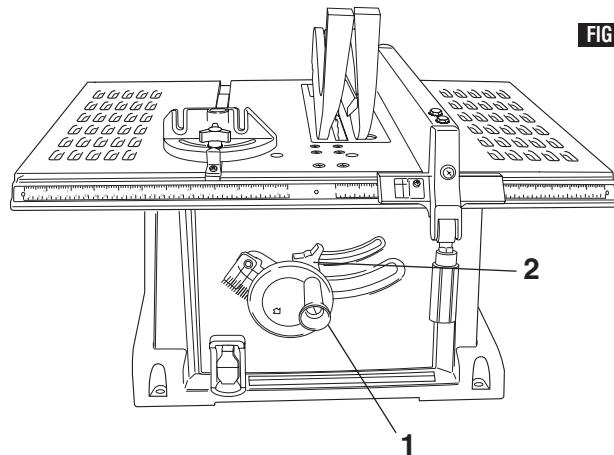

FIG. 7
1. Raise the blade to the maximum height by turning the control wheel **1** counterclockwise (Fig. 7).
2. Loosen the blade lock knob **2**. Push in the blade elevation/tilting control wheel **1** and rotate clockwise as far as possible (Fig. 7).
2. Loosen the blade lock knob **2**. Push in the blade elevation/tilting control wheel **1** and rotate counterclockwise as far as possible (Fig. 7).
- Élevez la lame jusqu'à la hauteur maximum en tournant la roue de commande **1** dans le sens contraire des aiguilles d'une montre (Fig. 7).
- Desserrez le bouton de verrouillage de la lame **2**. Appuyez sur la roue de commande d'élévation/inclinaison de la lame **1** et tournez dans le sens des aiguilles d'une montre aussi loin que possible (Fig. 7).
- Suba la hoja hasta la altura máxima girando la rueda de control **1** en sentido contrario al de las agujas del reloj (Fig. 7).
- Afloje el pomo de fijación de la hoja **2**. Presione la rueda de control de elevación e inclinación de la hoja **1** y gírela en el sentido de las agujas del reloj tanto como sea posible (Fig. 7).
- Afloje el pomo de fijación de la hoja **2**. Presione la rueda de control de elevación e inclinación de la hoja **1** y gírela en sentido contrario al de las agujas del reloj tanto como sea posible (Fig. 7).